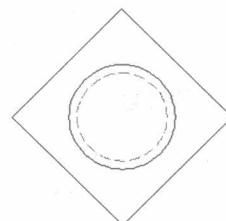

图 1-35 最终结果
- ⑬ 按 Esc 键取消对象的夹点显示，最终结果如图 1-35 所示。